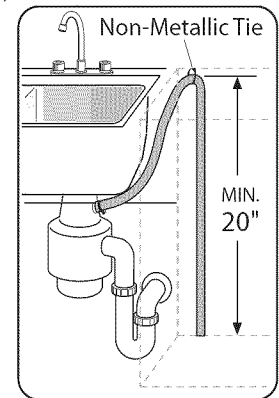

Ilustración 9
2. Directamente a una conexión de desagüe de la lavadora de platos que cuenta con una trituradora de basura, como se muestra en la Ilustración 9.